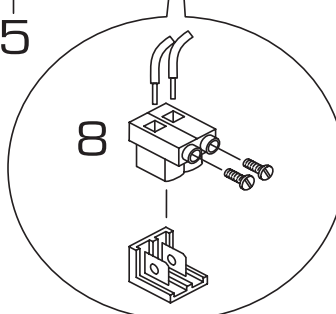

Fig. 12
2.9.1 Cuadro eléctrico (fig. 12)
2.9.2 Termostato ambiente (fig. 12)